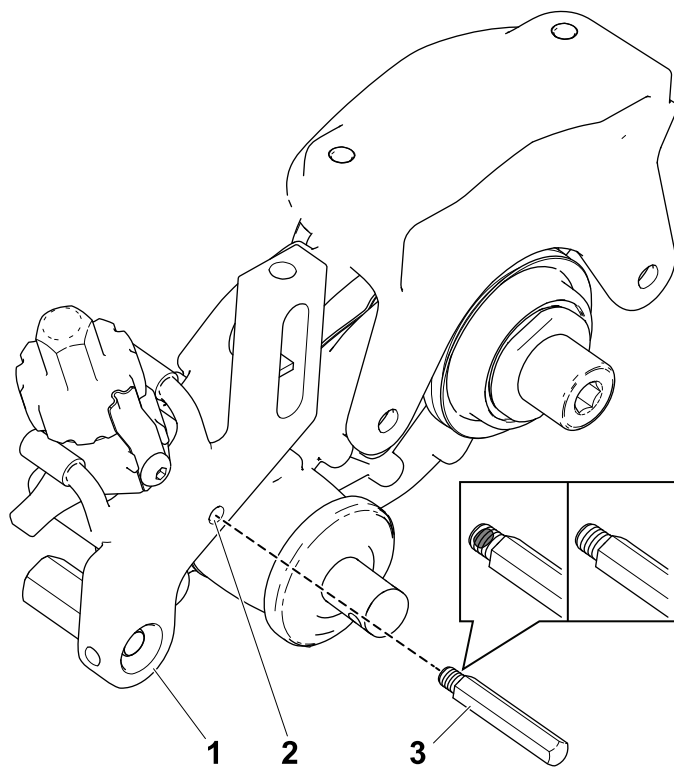

Figura 20
- Fissate il perno del groomer al braccio dell'altezza di taglio (Figura 20).